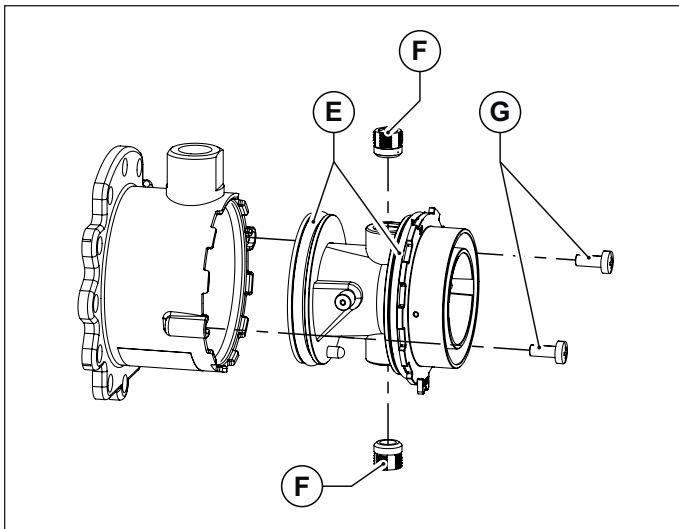
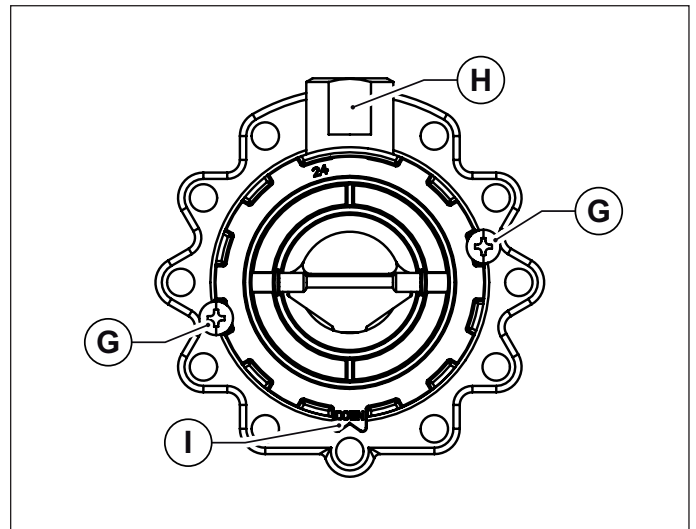

Fig. 32 Corpul din plastic al amestecătorului
Fig. 33 Orientare pentru montaj
- Desfaceți corpul din plastic al amestecătorului, deșurubând cele două șuruburi de fixare (vezi Fig. 32 Corpul din plastic al amestecătorului).
- Desfaceți cele două duze ale amestecătorului utilizând o cheie cu imbus de 6 mm (vezi Fig. 32 Corpul din plastic al amestecătorului).
- Montați din nou corpul din plastic (Venturi) introducându-l în amestecător și înșurubând șuruburile de fixare, având grijă să nu deteriorați garniturile inelare montate la extremitățile corpului din plastic (vezi Fig. 32 Corpul din plastic al amestecătorului) și să respectați orientarea montajului (vezi Fig. 33 Orientare pentru montaj).
- Montați amestecătorul reasamblat la ventilator cu șuruburile cu imbus, având grijă să re poziționați între amestecător și ventilator, garnitura inelară de etanșare (vezi Fig. 32 Corpul din plastic al amestecătorului).